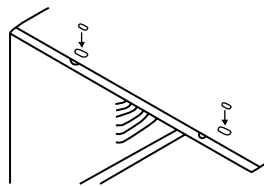

Fig.6
9. Coloque dos insertos de espuma en los orificios de la parte superior del gabinete de donde se quitaron los tornillos de transporte (consulte la Fig. 6).
1. Coloque la junta de espuma en el ángulo superior por encima de los orificios, como se muestra en la Fig. 6.